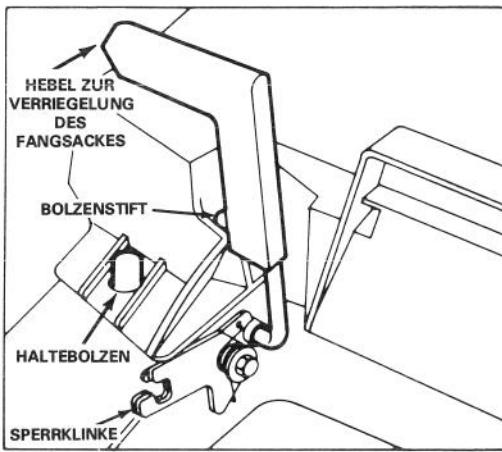

Bild 9
4. INSTALLATION DES GRASFANGSACKES — Lochöffnung des Korbrahmens auf den Haltebolzen am Gehäuse schieben (Bild 9) und den Rückwärtsteil des Korbrahmens auf den unteren Holm setzen.
5. Auswurfklappenhebel so weit nach vorn ziehen, bis Bolzenstift aus der Sperrklinke rastet und Hebel dann so weit nach rückwärts bewegen, bis Stift in der Nute verriegelt (Bild 9). Die Auswurfklappe im Mähergehäuse ist jetzt geöffnet. Herabdrücken am rechten Oberteil der Auswurfklappe könnte sich als erforderlich erweisen, um den Verriegelungsbolzen des Griffes aus der Sperrklinke zu lösen.